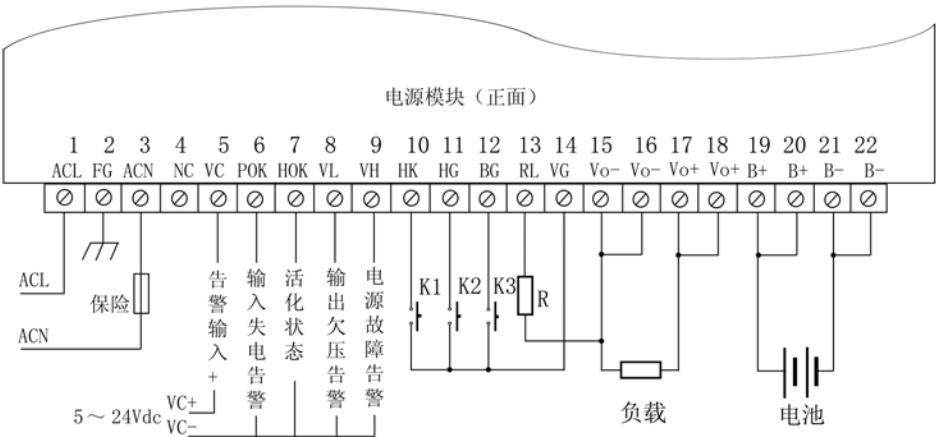

图 4 接线示意图
6.5 活化放电端子 RL 的使用，接线见图 4 接线图，此端子为电池活化时加速电池放电所设，根据不同的电池容量选择放电电阻，当电源正常工作时，此电阻不工作，当电源进入活化状态时电阻接通对电池放电，放电电流的选择（推荐）：